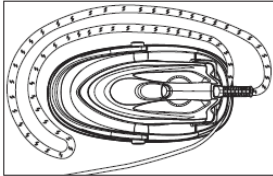
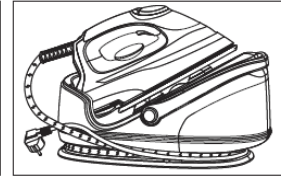

Fig.11
Fig.14
3. Plaats het strijkijzer op de basis unit, wikkel het kabel met de klok mee rond de kabel opslag. Bevestig het kabel en netsnoer aan elkaar, en draai deze rond de kabel opslag. (Fig.11- Fig.14)